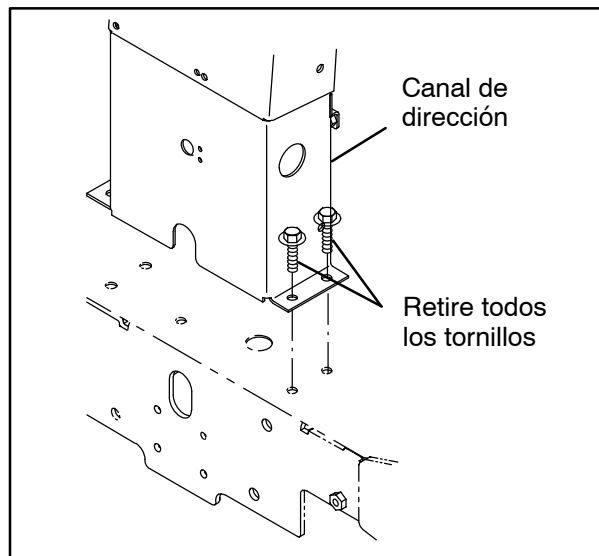
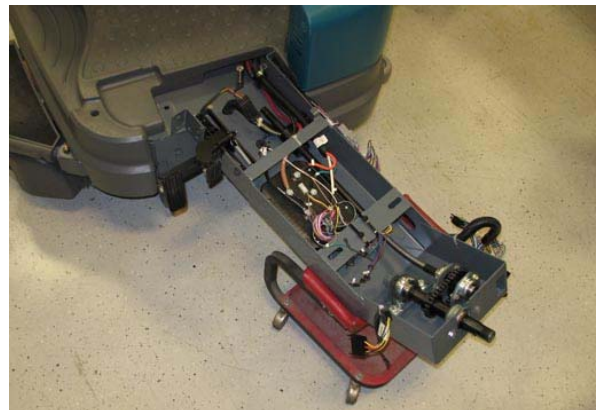

FIG. 24
FIG. 25
26. Retire los elementos que fijan el canal de dirección a la máquina, levante el canal de dirección e inclínelo hacia la parte delantera de la máquina. (Fig. 24 / Fig. 25)